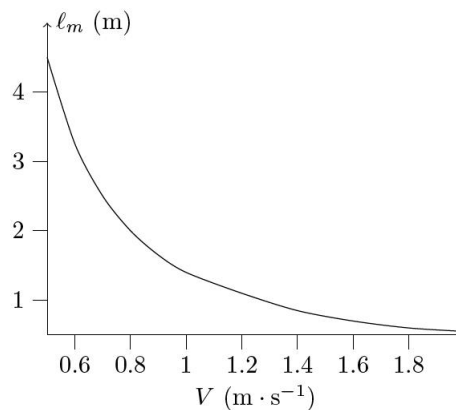

Figure 3 - $\ell_m(V)$ ($\alpha = 2,0^\circ$)
- Un professeur de physique a filmé son fils en train de faire du skimboard au bord de la plage. La largeur de la planche est $L = 70$ cm, sa longueur $L_0 = 1,40$ m. Il mesure que le skimboard a été lancé avec une vitesse initiale $V(t = 0) = 2,7$ m.s⁻¹ et faisait un angle constant pratiquement égal à $\alpha = 2,0^\circ$. On a tracé figure 3 la courbe $\ell_m(V, \alpha = 2,0^\circ)$ avec les paramètres du problème ($m = 35$ kg, $g = 10$ m.s⁻², $h_T = 2,0$ cm, $\rho = 1,0 \times 10^3$ kg.m⁻³). ℓ_m est exprimé en mètre et V en mètre par seconde. Estimer la distance parcourue par l'enfant.